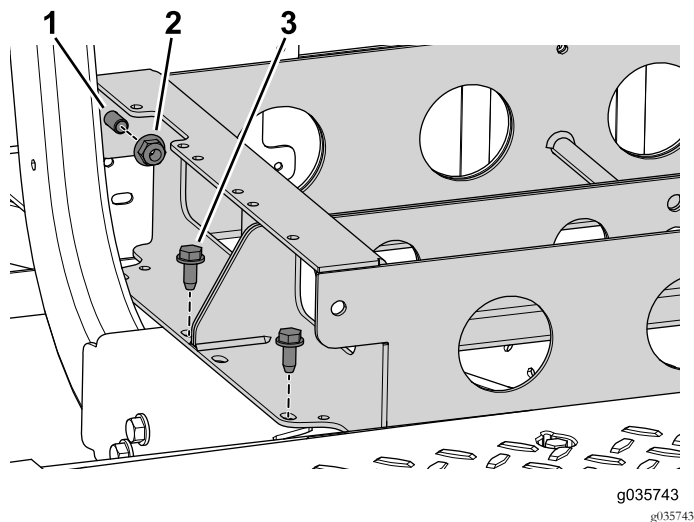

Figura 83
- Utilice las 2 tuercas con arandela prensada y pernos para sujetar entre sí las bandejas de baterías trasera y delantera (Figura 83).
- Utilice los 4 pernos (3/8" x 1") para sujetar la bandeja de baterías delantera a la máquina (Figura 83).